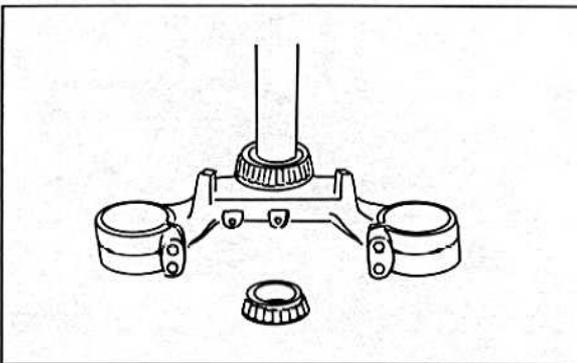

Bild 359
- Die untere Gabelbrücke mit dem Lenkrohr nach unten herausnehmen (Bild 359).